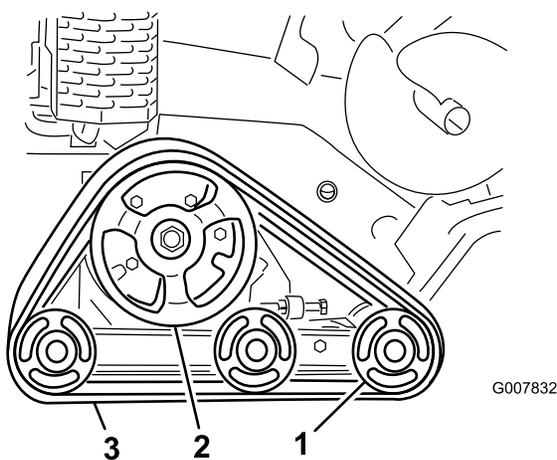

Figura 46
**Importante:** Assicuratevi di pulire a fondo le ruote non motrici e la ruota conduttrice (Figura 46).